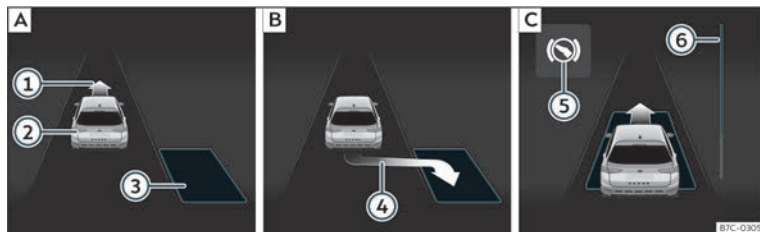
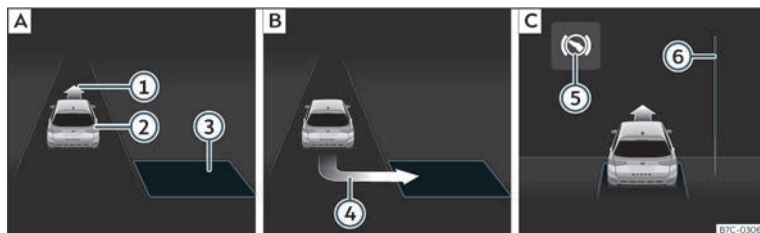

Fig. 180 No ecrã do painel de instrumentos: estacionar em linha. **[A]** Procurar um lugar de estacionamento. **[B]** Posição para estacionar. **[C]** Manobrar.
Fig. 181 No ecrã do painel de instrumentos: estacionar em espinha. **[A]** Procurar um lugar de estacionamento. **[B]** Posição para estacionar. **[C]** Manobrar.
para estacionar» **Fig. 180 [B]** ou» **Fig. 181 [B]**. O lugar foi considerado «apropriado» se no ecrã do painel de instrumentos aparecer a indicação de estacionar ④.
• Retroceda até o sinal contínuo do ParkPilot soar; **OU:** retroceda até aparecer a indicação de marcha à frente no ecrã do painel de instrumentos»» **Fig. 180** [C] ou»» **Fig. 181** [C]; **OU:** retroceda até aparecer a mensagem **Park Assist finalizado** no ecrã do painel de instrumentos. A barra de progresso ⑥ indica a distância a percorrer»» Página 278.
• Carregue no pedal do travão até o sistema de estacionamento assistido terminar de realizar as rotações do volante; **OU:** até o símbolo (S) no ecrã do painel de instrumentos se apagar.
• Faça marcha à frente até soar o sinal contínuo do ParkPilot; **OU:** faça marcha à frente até aparecer a indicação de fazer marcha-atrás no ecrã do painel de instrumentos. O sistema de estacionamento assistido manobra o veículo em frente e em marcha-atrás até centrá-lo no lugar»» **Fig. 180** [C] ou»» **Fig. 181** [C].
A barra de progresso »» **Fig. 180** ⑥ e»» **Fig. 181** ⑥ mostra simbolicamente no ecrã do painel de instrumentos a distância relativa que ainda falta percorrer. Quanto maior for a distância, mais cheia está a barra de progresso. Ao circular em marcha à frente, o conteúdo da barra de progresso diminui para cima, e ao circular em marcha-atrás, diminui para baixo.